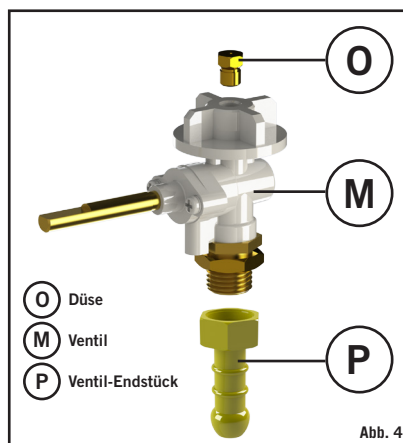

Abb. 4
**Geräte-Kategorien:** I 3B/P (30), I 3+ (28-30/37) und I 3B/P (37), (DK, FI, NO, NL, SE, AT, DE, BE, ES, FR, IE, IT, PT, GB, CH)
- Auf der anderen Seite fügen Sie einen geeigneten 30 mbar Niederdruck (I 3B/P (30), I 3+ (28-30/37) Butan Konfiguration) oder einen Niederdruck (I 3+ (28-30/37) Propan Konfiguration) - Regler an und achten Sie wieder darauf, dass der Schlauch fest sitzt. Der Schlauch muss BS 3212:1991/SABS 1156-2 oder Ähnlichem entsprechen. In Südafrika muss der Regler den Auflagen von SANS 1237 entsprechen.
**Geräte-Kategorien:** I 3B/P (50) (AT, DE)
- Die korrekten passenden Gewinde an beiden Enden des Schlauchs auf das linke 1/4" (0,64 cm) BSP-Gewinde des Ventils (O) (Abb. 4) aufschrauben. Fügen Sie am anderen Ende des Schlauchs einen geeigneten 50 mbar Niederdruck-Regler an. Der Schlauch muss die Auflagen von DIN 4815 Teil 2 oder ähnlich erfüllen.